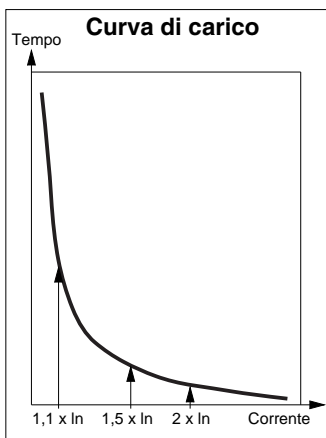

Fig.1
**1. Per la protezione** contro le sovracorrenti si usano generalmente dei relè termici, i quali sfruttano il principio della dilatazione termica di un bimetallo sensibile ad un eventuale sovrariscaldamento prodotto da un eccessivo assorbimento di corrente. (Fig.1)